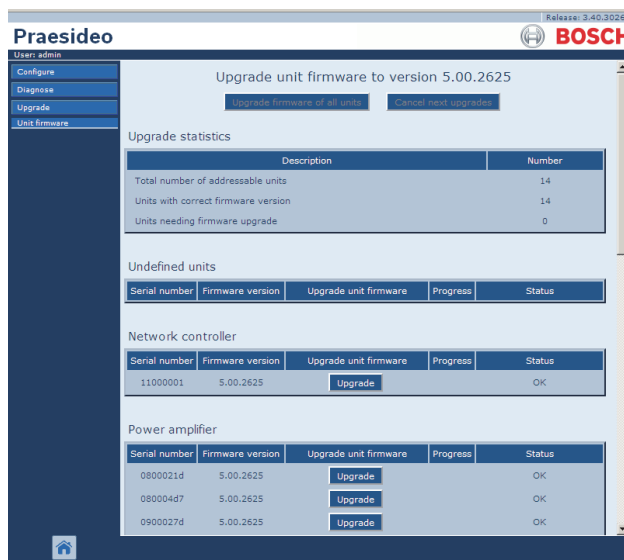

figura 37.9: Pagina di aggiornamento del firmware dell'unità
- 6 Fare clic sul pulsante *Upgrade unit firmware* nella barra di navigazione per aprire il menu *Upgrade unit firmware*. Appare una schermata simile a quella in figura 37.9. Il titolo della pagina mostra il numero di versione del firmware atteso dal sistema. Il numero di versione del firmware attualmente in uso viene visualizzato nel campo *Firmware version*.